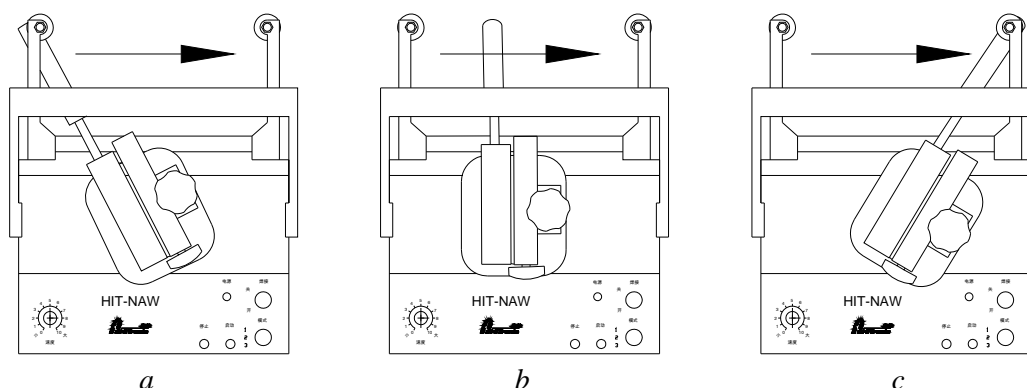

Рисунок 8: Последовательность работы сварочной каретки HIT-NAW
- 1) Нажмите на кнопку [5] «СВАРКА СТАРТ» [START], сварочная горелка начнёт поворачиваться слева направо (см. Рисунок 8 *c*).
- 1) Нажмите на кнопку [5] «СВАРКА СТАРТ» [START], каретка HIT-NAW начинает двигаться, но горелка неподвижна (см. Рисунок 8 *b*).
- 5) Горелка поворачивается к правому концу каретки (см. Рисунок 8 *c*).